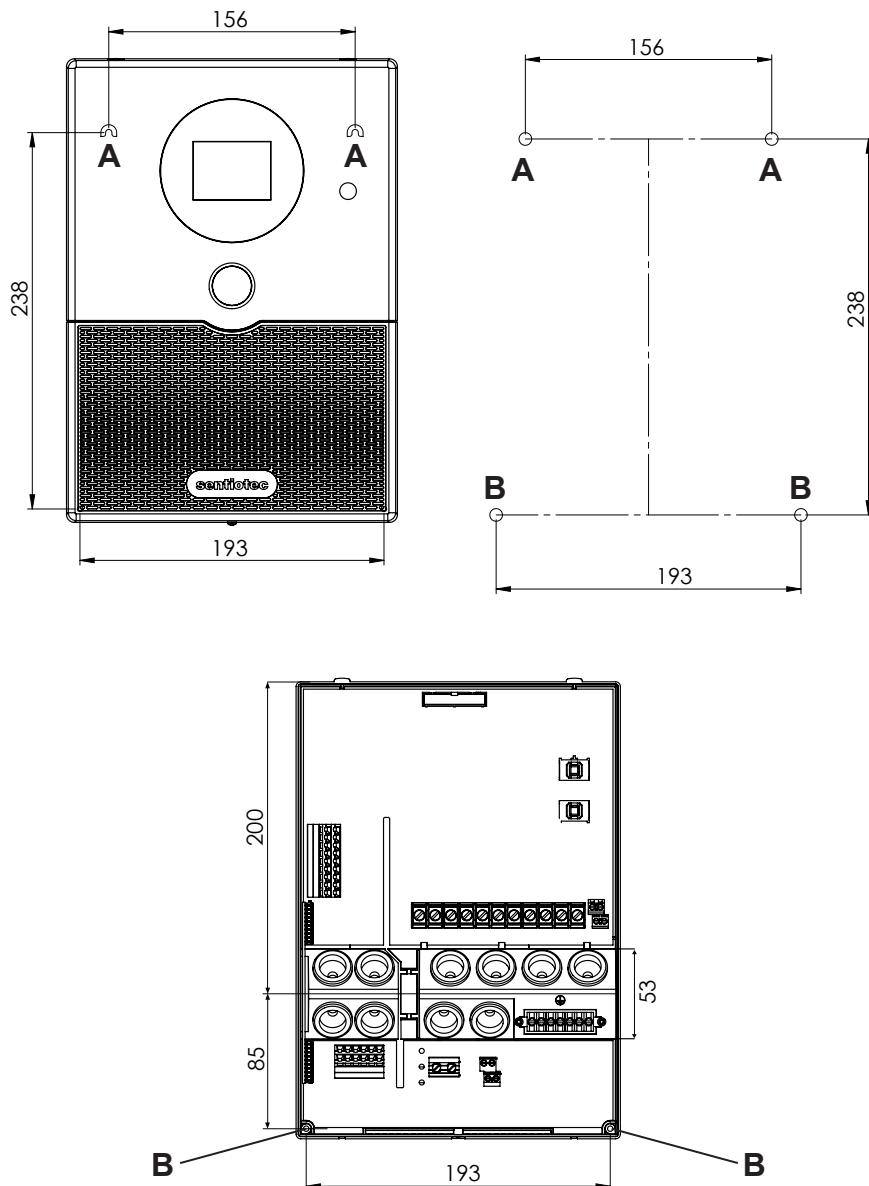

Fig.1 Position du dispositif de suspension et des ouvertures de montage (mesures en mm)
1. Vissez deux vis pour aggloméré (3 x 25 mm) à une hauteur d'environ 1,70 m jusqu'à un espacement de 7 mm dans la paroi du sauna. L'espace entre les deux vis doit être de 156 mm (voir Fig.1).
4. Accrochez la commande de sauna à l'aide du dispositif de suspension A aux vis cruciformes montées (voir **Fig.1**).
5. Vissez deux vis pour aggloméré (3 x 25 mm) dans les ouvertures de fixation inférieures B (voir **Fig.1**).